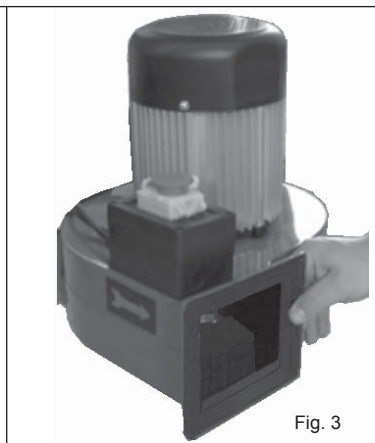

Fig. 3
- Aligner l'ensemble moteur au tambour en vue de la mise en place des sacs. Mettre le joint et le filet de protection entre les deux pièces à assembler, utiliser les vis, les rondelles et les écrous correspondants (**Fig. 3**).